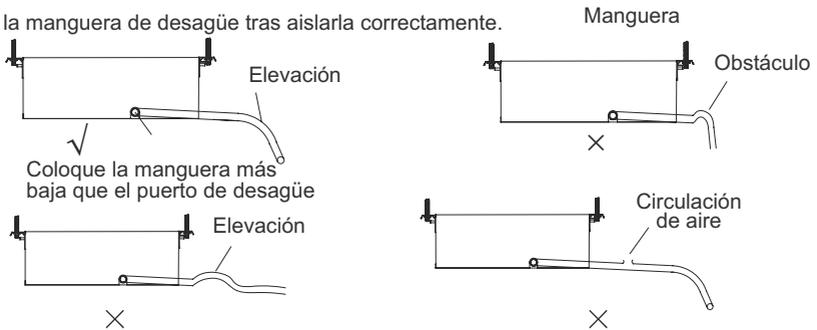

Fig.23
- (1). Instale la manguera de desagüe con una pendiente con inclinación descendente de 1/50 a 1/100 sin elevaciones ni obstáculos en la manguera (Fig.23),
- (2). Asegúrese de que no hay grietas ni fugas en el tubo para evitar la formación de bolsas de aire (Fig. 23).